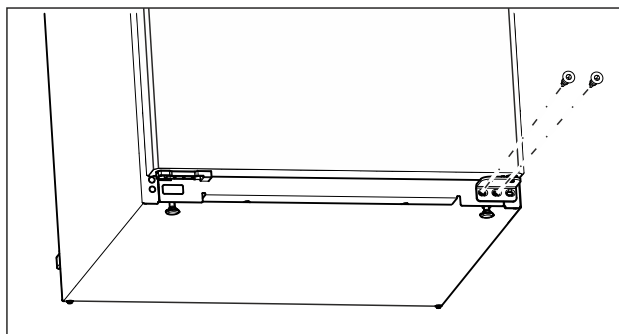

Fig. 11
- Выверните на нижнем опорном кронштейне центральный винт при помощи отвертки Torx 20. (см. Fig. 11)
- Выверните на нижнем опорном кронштейне внутренний винт при помощи отвертки Torx 20. (см. Fig. 11)